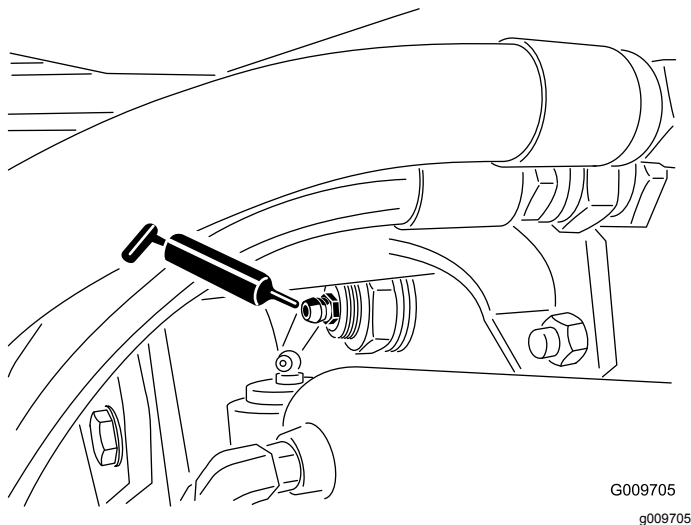

Рисунок 59
- Втулки шарниров заднего моста (2 шт.), как показано на Рисунок 59.